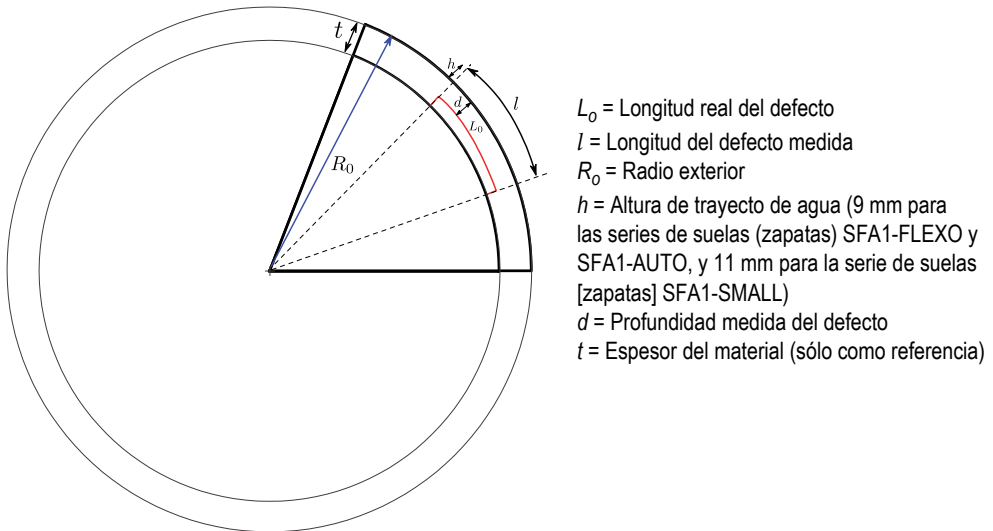

Figura B-1 Variables para calcular la longitud real del defecto a lo largo del eje de escaneo
Para calcular la longitud real del defecto (L_0) a lo largo del eje de indexación, use la ecuación (2) en la página 89. Las variables se ilustran en la Figura B-1 en la página 89.